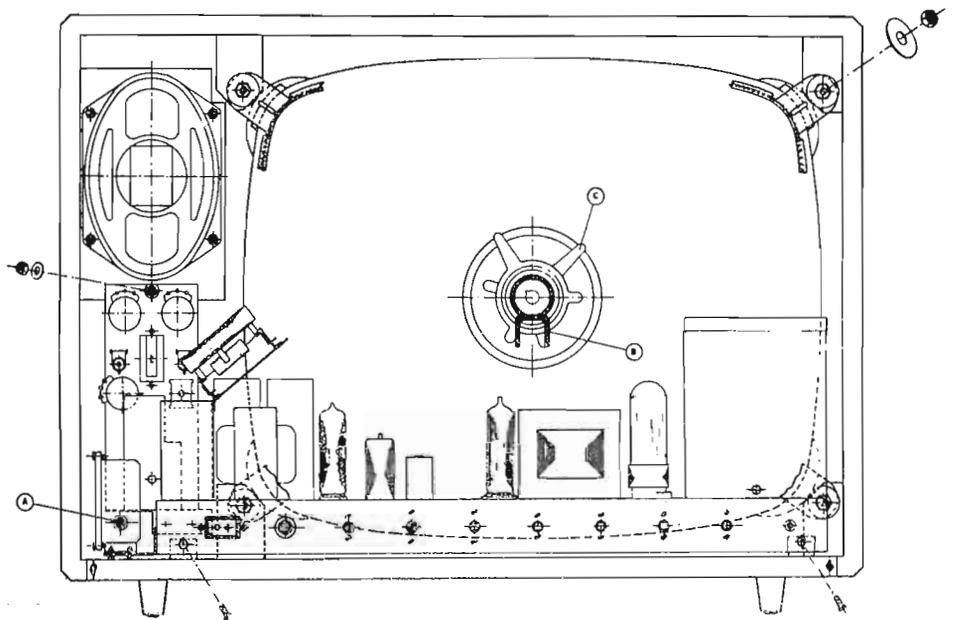

Fig. 6
*Smontaggio e montaggio del telaio:* per svincolare il telaio dal mobile togliere le due viti poste lateralmente sul piano posteriore del telaio ed il dado che fissa il telaio porta comandi (fig. 6) e sfilare i bottoni dei comandi frontali montati a pressione.